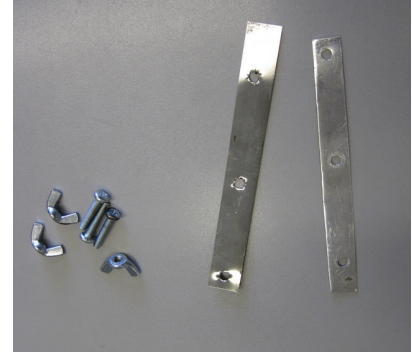

Bild 1.1
- 3 Schrauben mit passenden Flügelmuttern (siehe Bild 1.1)